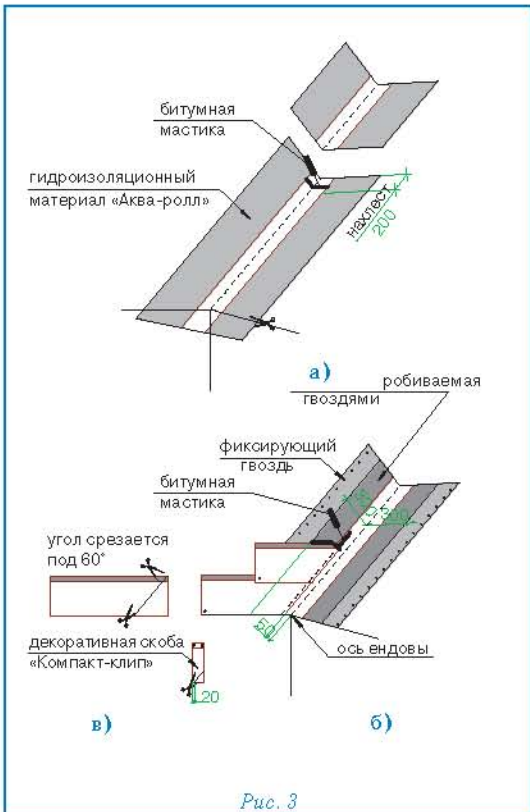

Рис. 3
Ендова (рис. 3)
- ровно по центру ендовы расстилается специальный рулонный материал «Аква-ролл», фиксируется в верхней части двумя гвоздями и обрезается в нижней части по линии карниза (рис. 3а);
2. «Аква-ролл» укладывается с нахлестом 20 см, место нахлеста тщательно обрабатывается битумной мастикой (рис. 3а).
- непосредственно перед укладкой в ендову черепицы, защитная пленка с лицевой стороны «Аква-ролла» снимается и на самоклеящуюся поверхность укладываются листы черепицы, обрезанные в соответствии с заранее отбитыми линиями (рис. 3б);
Внимание: 1. Необходимо также подрезать верхний уголок обрезанного края листа (см. рис. 3в) для правильного стока воды.
2. Крепление обрезанного листа к медной части «Аква-ролла» осуществляется при помощи сплошной полосы битумной мастики (рис. 3б).
4. В случае, если скоба «Компакт-клип» приходится на место среза листа, можно либо обрезать накладку, оставив минимум 2 см в нижней части (рис. 3в), либо произвести укладку листов без использования накладки.